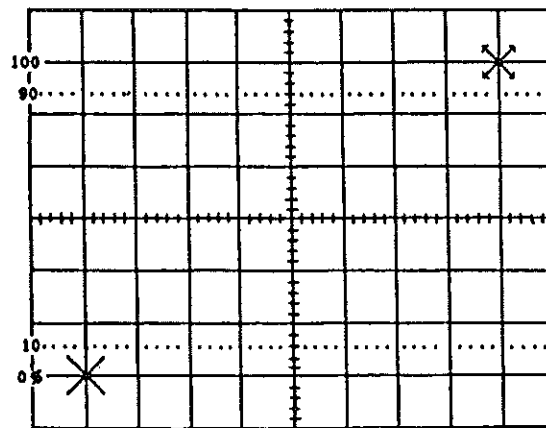

Figure 5-1. Réglage du curseur d'affichage.
- d Réglez les boutons de position de lecture X et Y situés sur le panneau arrière de manière à aligner les curseurs avec les intersections des graduations de 1 cm, comme indiqué sur la figure 5-1.